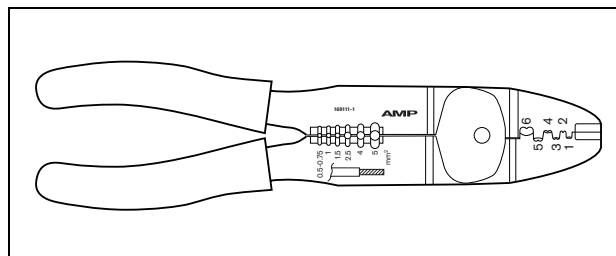

Abb. 18.14: Tyco-Zange AMP 169111-1
- Tyco-Zange AMP 169111-1 (siehe Abb. 18.14)